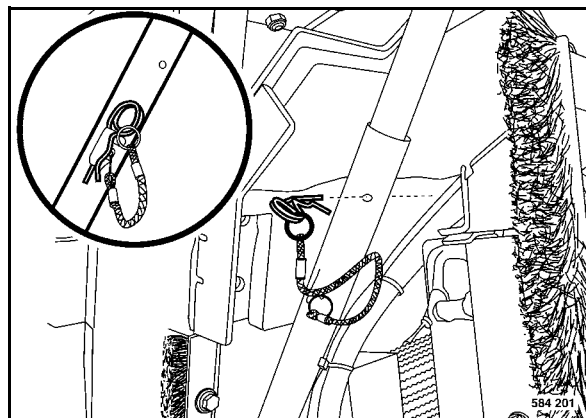

Fig. 151
- Abrir la cubierta del motor (Fig. 151) por completo y asegurarla.